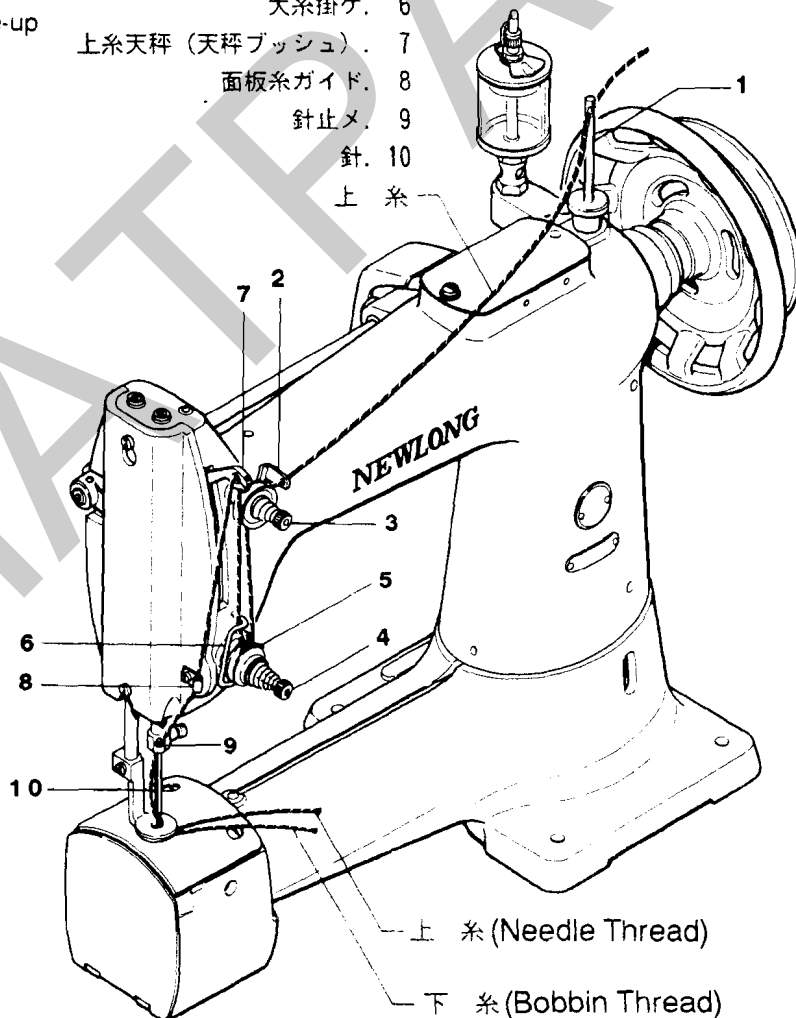
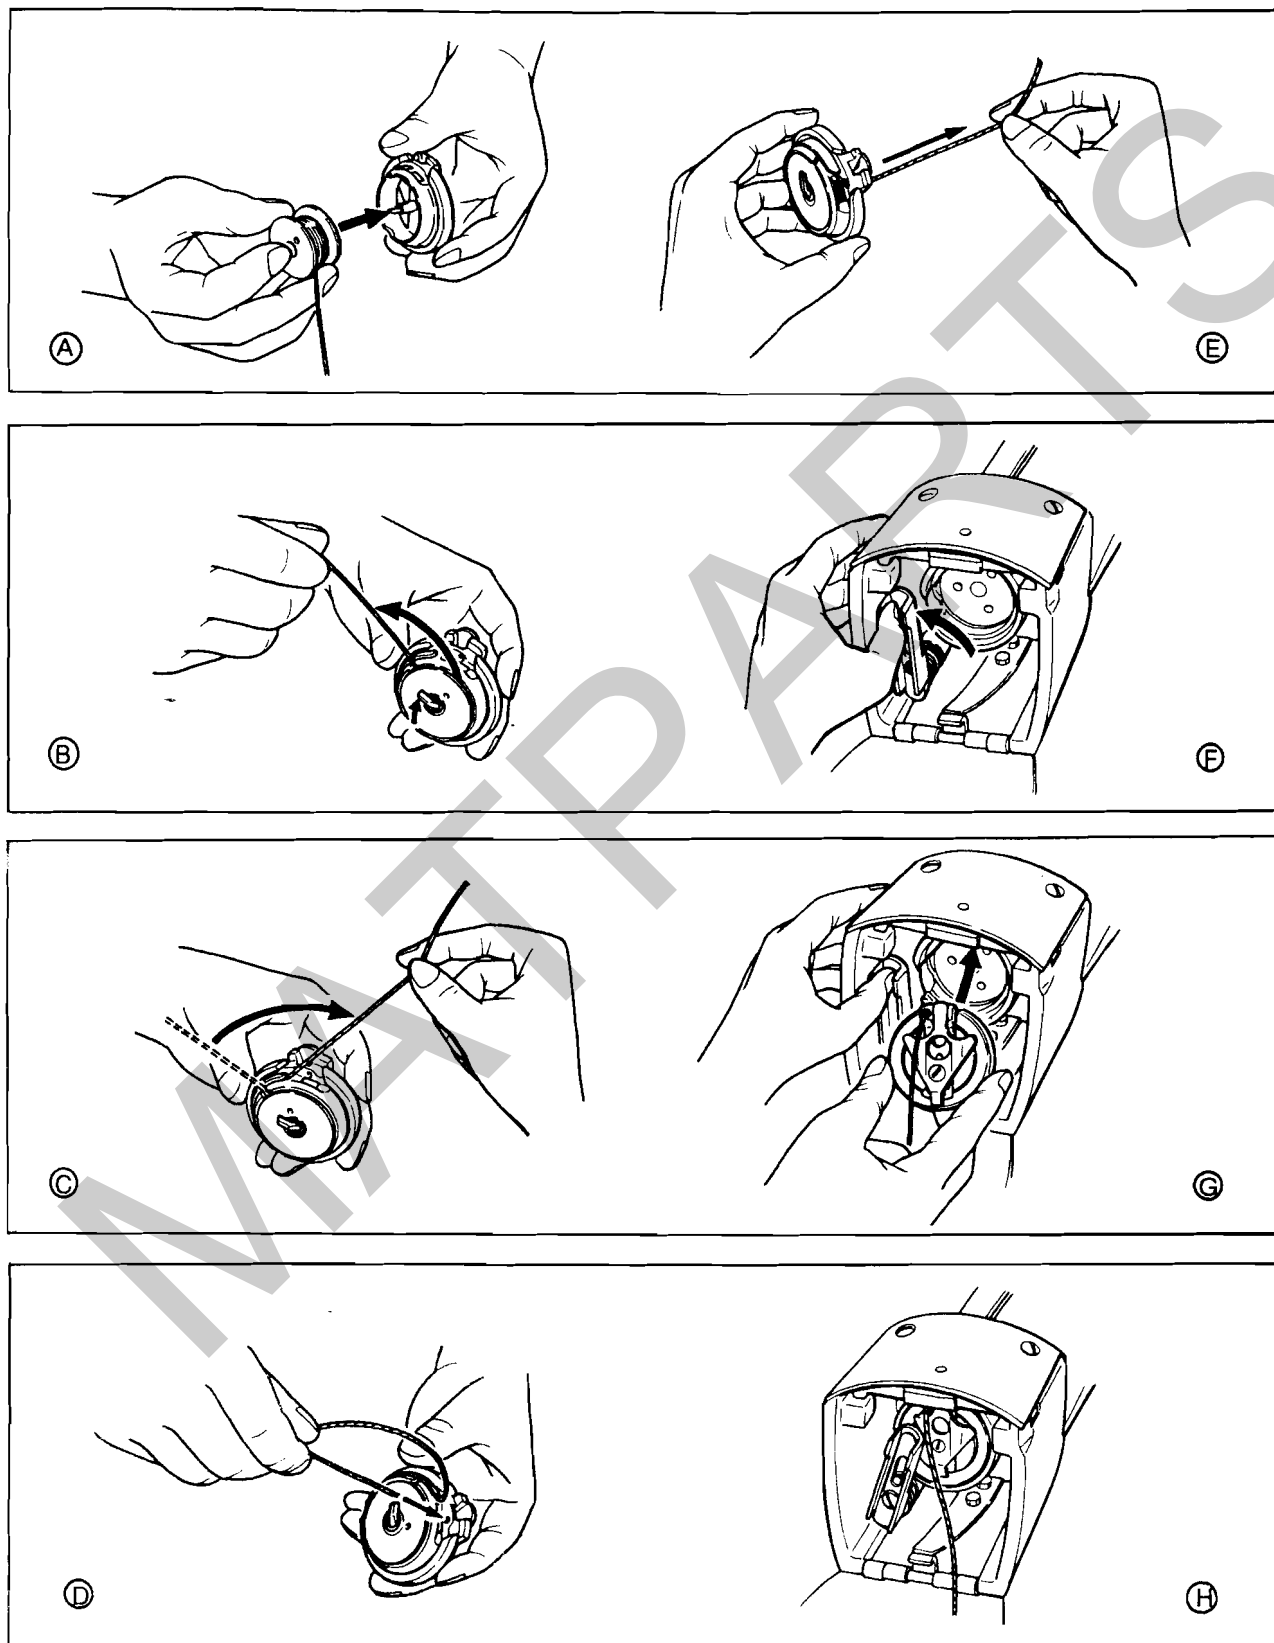

Fig 1
Fig 2
Check a sample seam to see the tightness of thread. For too tight needle thread, loosen thread tension, upper (2), Figure 1. Tighten it if the needle thread is loose and raised too high. To adjust, turn thread tension nut.
試し縫いをして上糸がつっている時は、Fig 1 で示す(2)糸調子のスプリング圧を弱くし、逆に上糸がすぎている場合は圧を強くして下さい。スプリング圧の調整は糸調子ナットを廻して行ないます。
Be sure that the machine is properly threaded according to threading and setting diagrams (Figure 1 and 2). Turn pulley toward you by hand for a full turn, and you will see bobbin thread is pulled up above throat plate together with needle thread. Separate needle and bobbin thread.
To stop the machine and sever thread, be sure that needle thread take-up (7), Figure 1, is in the highest position, otherwise, needle thread may come off needle hole.
ミシンを運転するときまず最初に、上糸、下糸を糸通し図 (Fig 1, Fig 2) に基づいて糸を通します。それから手でプーリーを手前に廻して1回転します。そうすると下糸が上糸によって引っかけられて針板上面に出てきます。